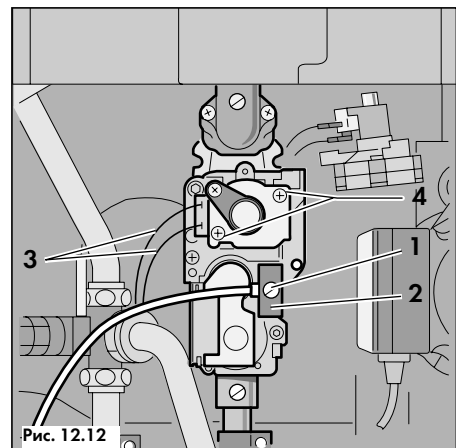
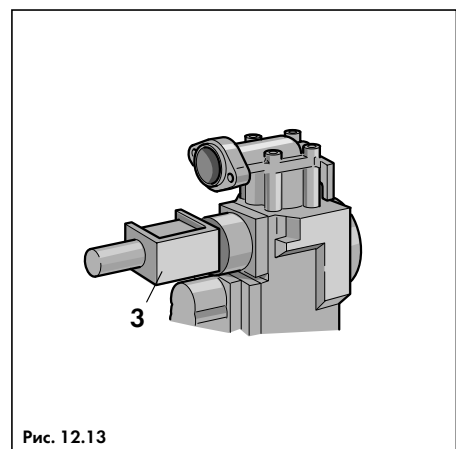

Рис. 12.12
Рис. 12.13
- Выкрутить фиксирующий винт (1, рис. 12.12) и отсоединить штекер (2, рис. 12.12) от оператора газовой арматуры;
- Отсоединить штекеры от выводов (3, рис. 12.12) модуляционного электромагнита;
- Выкрутить два винта (4, рис. 12.12) и, отсоединив модулирующий регулятор (3, рис. 12.13), вытащить его из газовой арматуры;